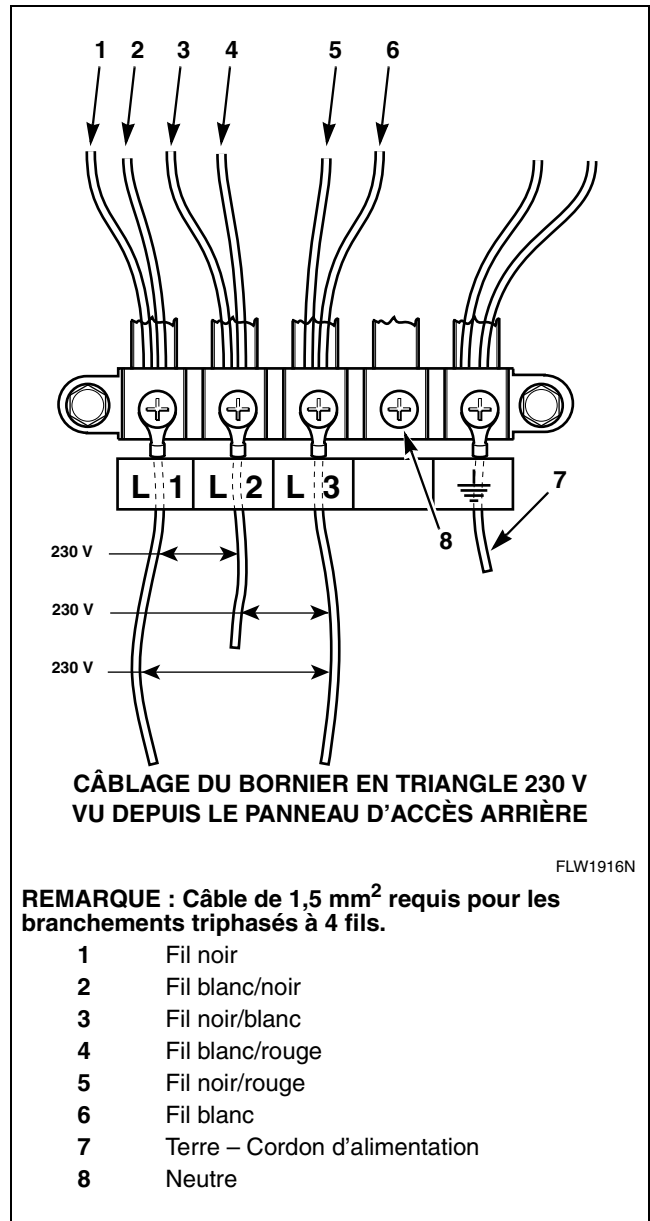

Figure 14
9. Apposer une étiquette 801292, fournie avec la machine, sous le bornier. Se reporter à la Figure 14.
10. Raccorder les fils du cordon d'alimentation comme sur la Figure 14.